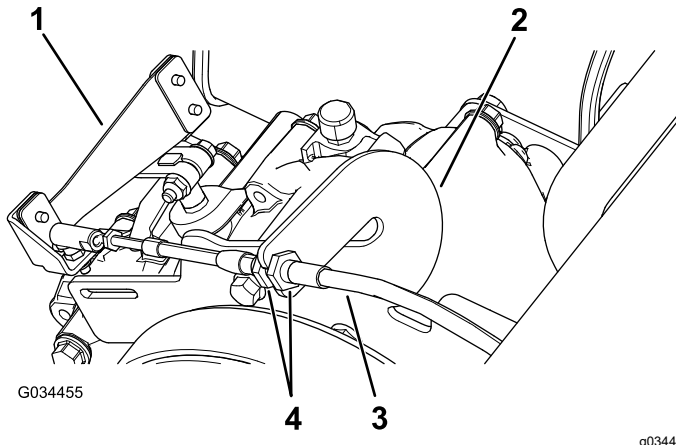

Figura 63
1. Afloje las contratuercas del cable del cambio de marchas y ajústelas según sea necesario (Figura 63).
2. Compruebe la posición del cambio de marchas girando el selector de marchas a las 3 posiciones diferentes y compruebe si la palanca de cambios (Figura 63) se desplaza correctamente al cambiar de marcha; consulte Comprobación de la posición de punto muerto del cambio de marchas (página 55).